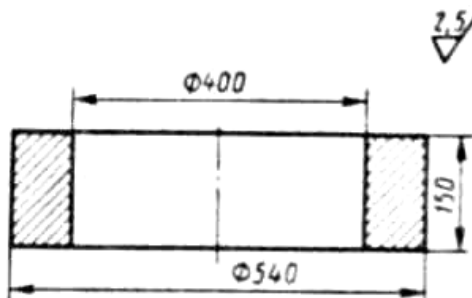

Рис. 26
2. Разработайте процесс изготовления поковки детали (рис. 26) методомковки на паровоздушном ковочном молоте. При выполнении работы следует: описать сущность процессаковки и указать области ее применения; изобразить схему молота и описать его работу; установить температурный интервалковки, вид нагревательного устройства и привести схему печи; составить чертеж поковки, определив ее массу; привести эскизы переходовковки и применяемого инструмента; с учетом технологических отходов, определить объем, массу и длину исходной заготовки, указать способ ее получения; описать механизацию процессаковки. Материал детали - сталь 45.